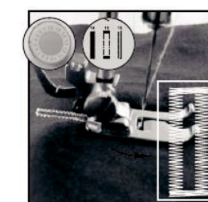

Abb.19
- 6) Wählen Sie den ¹⁶-Stich, schalten Sie dann den Schalter ein und nähen Sie, bis das Knopfloch vollständig genäht ist (Abb.19).